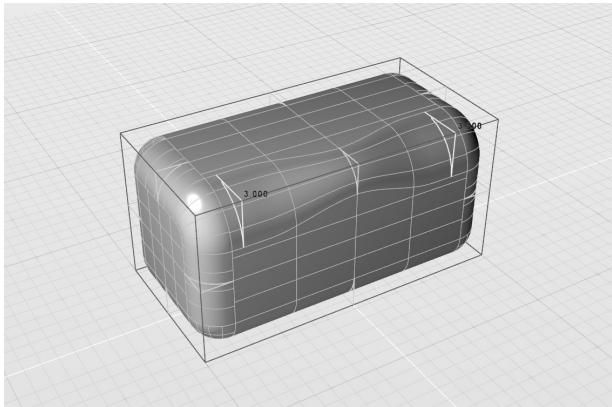

图 4-158 运行新的半径值
6) 插入完毕，再次单击控制面板上的“运行 (Alt+G)”按钮，执行此操作，获得结果如图 4-158 所示。此时该边上的倒圆角呈可变半径。